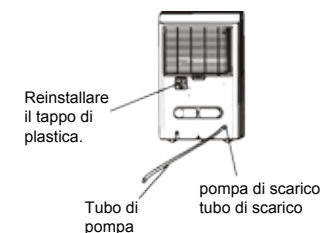

Fig.11
- Rimuovere il tubo di scarico continuo dall' unità ed installare il tappo di plastica alla presa del drenaggio continuo dell' apparecchio ruotando in senso orario. (Vedi Fig.11)
- Inserire il tubo di scarico della pompa nella presa del tubo per una profondità di almeno 15 mm (Vedi Fig.11), quindi portare il tubo dell'acqua allo scarico a pavimento o a un impianto di drenaggio adeguato.